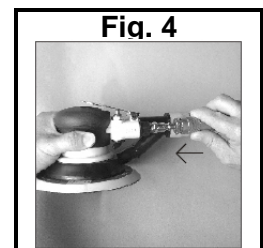
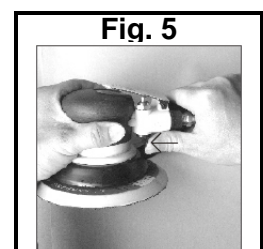

Fig. 4
Fig. 5
7. Retirez le capot de l'arrivée d'air et montez le tuyau à air sur l'outil. Réglez la pression de l'air à 6,3 bars. (Fig. 4). **Attention** : Lorsque vous assemblez le tuyau d'air, la vanne de déclenchement (26) doit être en position « Arrêt ». (fig.5)
7. Retire la tapa frontal de la entrada de aire de la herramienta y conecte la manguera de suministro de aire a la herramienta. Fije la presión del aire a 90 PSI (Fig. 4). **AVISO:** Cuando conecte la manguera de aire, sostenga el regulador de velocidad (ej. La válvula del gatillo – Parte #26) en posición OFF mientras cierra el regulador al máximo (Fig.5).